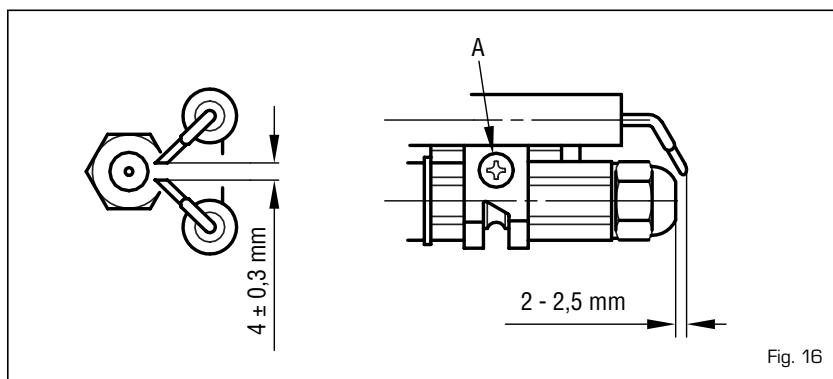

Fig. 16
Om de verbrandingskop te reinigen moet u als volgt te werk gaan (fig. 16):
- Draai de bevestigingsschroef (A fig. 16) van de steun van de elektroden los en trek de steun eruit.